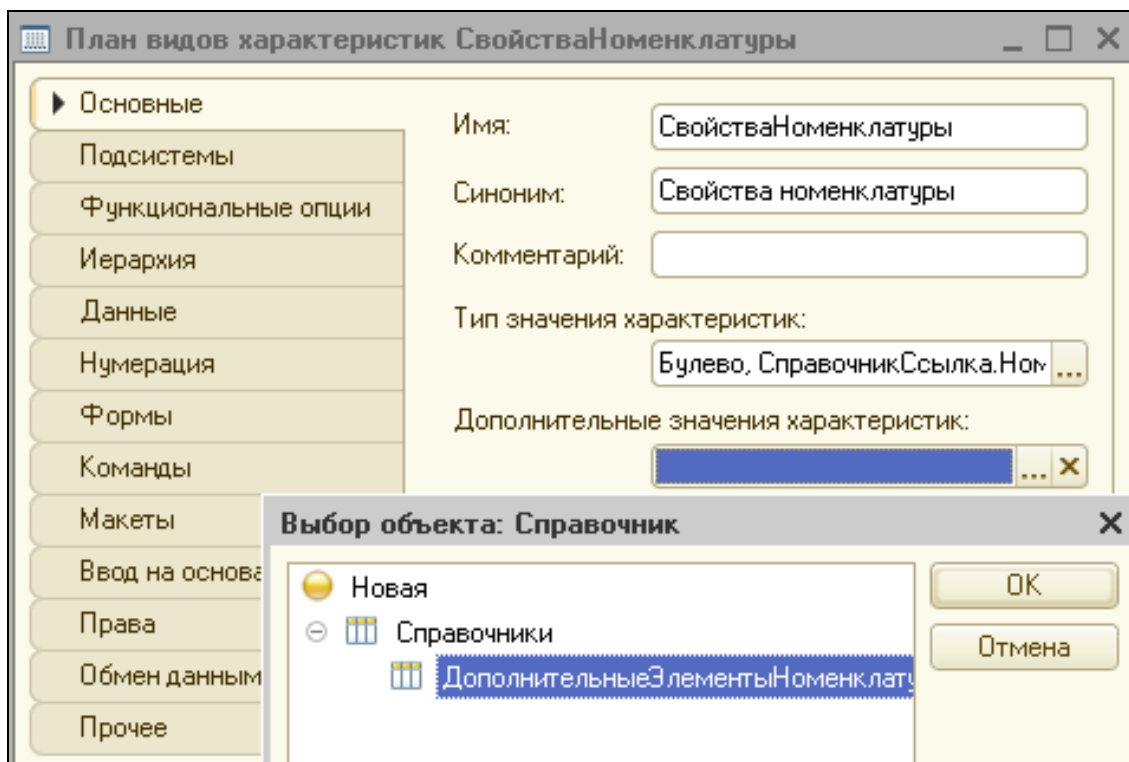

Рисунок 6.5 Окно редактирования планов видов характеристик
6. Определим, что дополнительные значения характеристик плана видов характеристик будут располагаться в справочнике **ДополнительныеСвойстваНоменклатуры**. Двойным щелчком открыть план видов характеристик **СвойстваНоменклатуры**. Нажать на кнопку выбора у поля **Дополнительные значения характеристик**. Из списка объектов выбрать двойным щелчком выбрать **ДополнительныеСвойстваНоменклатуры** (рис.6.5.).